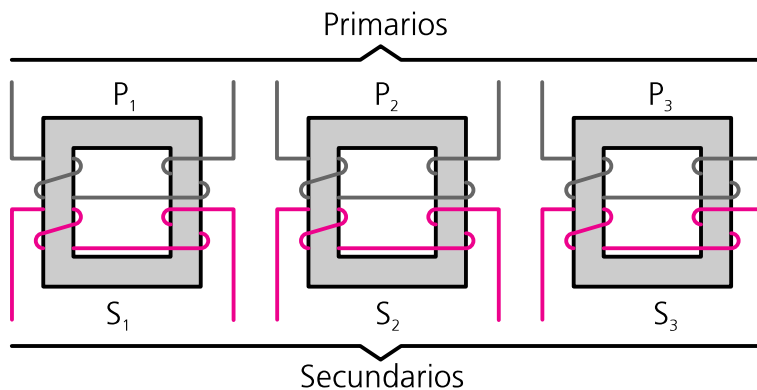

Fig. 1: Reunión de tres transformadores monofásicos.
- Por la reunión de tres transformadores monofásicos iguales e independientes (fig. 1).